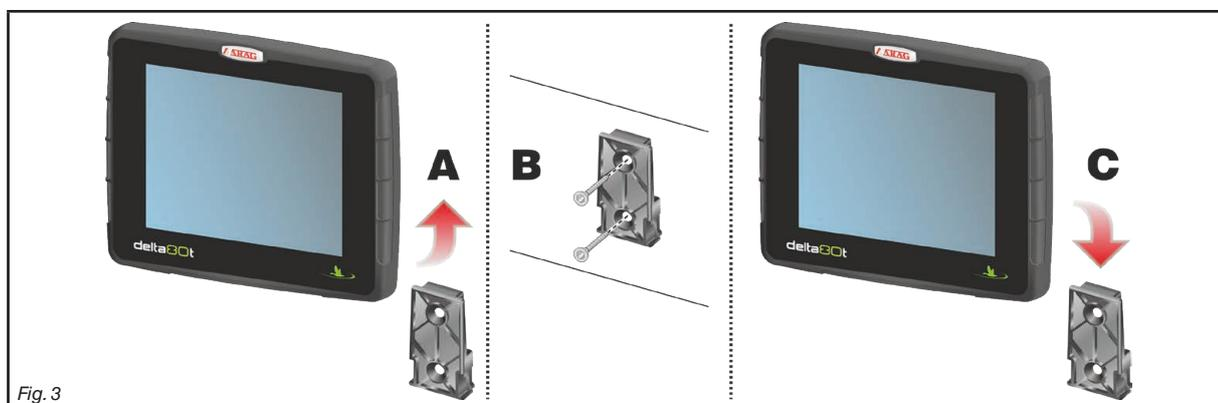

Fig. 3
L'étrier doit être enlevé de son logement sur le moniteur (A, Fig. 3) et fixé avec les vis fournies (B).